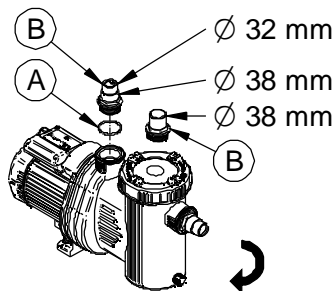

Fig. 23
1. Posizionare gli o-ring (Fig. 23, # A) sui portagomma (Fig. 23, # B).
2. Avvitare i due portagomma (Fig. 23) all'aspirazione ed alla mandata della pompa.